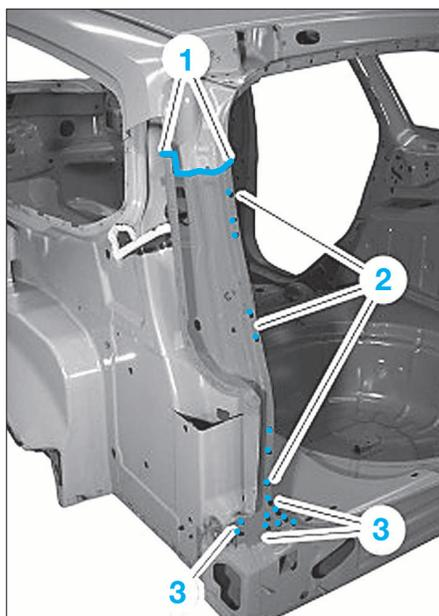

FIG. 86
- Découper la gouttière de coffre zone (1) (Fig.86).